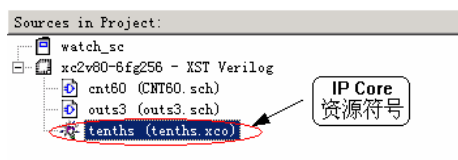

图9-19 IP Core 资源已经加入到工程
- (4) 设置完成后，单击 **Generate** 按钮，立即生成二进制计数器“tenths”。
- (5) 退出 Core Generator，可以看到在 Project Navigator 的资源管理窗中已经产生 IP Core 资源符号（.xco 文件），如图 9-19 所示。Xilinx IP Core 生成器生成的 IP Core 不用另外生成原理图器件符号，在原理图中可以直接调用。